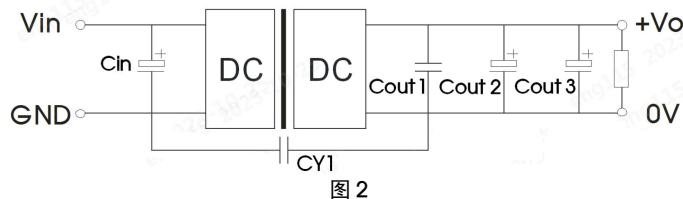

图 2
- ① 全文指标均在, 产品增加强制外围 (见图 2) 下所得, 否则产品可能无法正常工作;
- ② 输入电压不能超过此值, 否则可能会造成永久性不可恢复的损坏;
- ③ 上述效率值是在输入标称电压和输出额定负载时测得。
①在 0%-5%负载条件下, 输出电压精度最大值为±5%;
②0%-5%的负载纹波&噪声小于等于 5%Vo; 纹波和噪声的测试方法采用平行线测试法, 推荐外围电路参考图 2;
所有该系列的 DC/DC 转换器在出厂前，都是按照（图 2）推荐的测试电路进行测试。